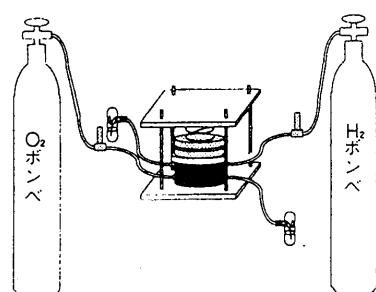

図 2. 固体高分子形燃料電池の発電実験
- ① 白金の微細粒子がまぶしてある炭素粉末と溶媒をよく混合して、電極ペーストを作ります。
- ② カーボンペーパー (炭素繊維を多孔質薄板したもの) に、電極ペーストをコートします。
- ③ 2 枚の電極で、固体高分子イオン交換膜をサンドイッチして、電池を組み立てます。
- ④ 図 2 のような燃料電池の一方に、水素ガスを、他方に酸素ガスを流します。2 つの電極の間の電圧をデジタルテスターで測定しましょう。豆電球、モーター、風車などをつないで動かしてみましょう。